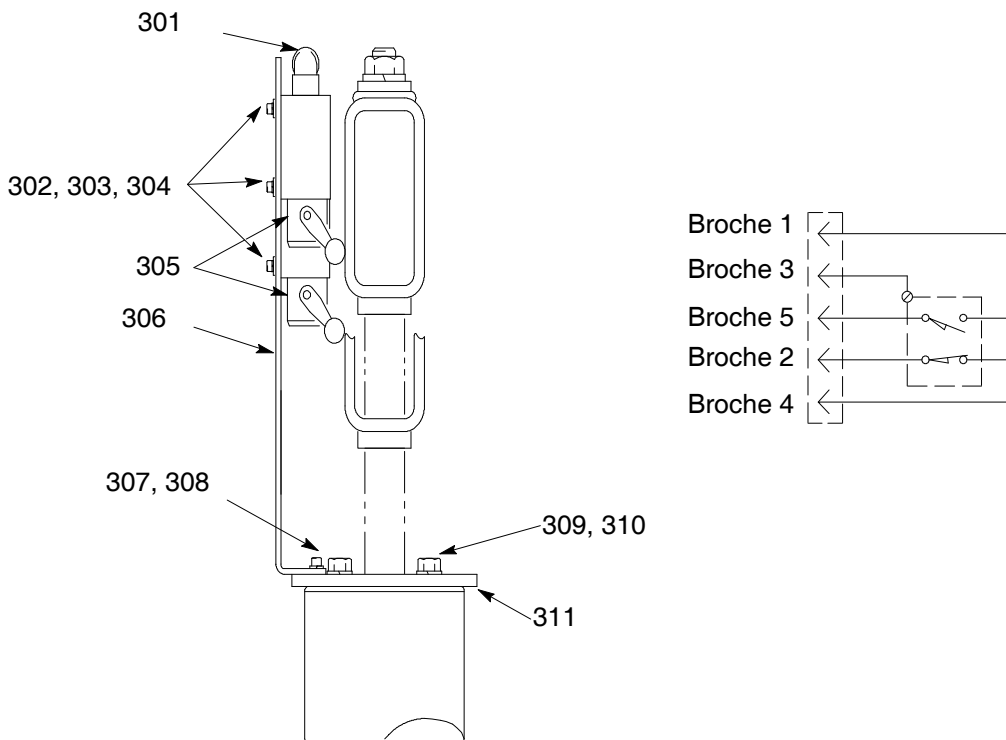

Fig. 23
Remplacement des racleurs (Fig. 23)
2. Pour remplacer des joints racleurs usés ou endommagés (412), sortir la plaque suiveuse hors du fût. Retirez le fût de la base. Essuyez le liquide de la plaque suiveuse. Reportez-vous à la procédure à la page 35.
3. Séparez le joint racleur (A) et relevez la sangle (413a) recouvrant la vis de calage (413c). Voir le Détail A de la Fig. 23. Desserrer la vis, passer l'extrémité de la sangle dans la boucle (413b) et enlever le joint racleur.
4. Enfiler la sangle (413a) dans le nouveau joint racleur (412). Enfiler le collier de serrage (413b) sur la sangle et rabattre la sangle d'env. 76 mm. Insérez la sangle dans la pince une seconde fois. Voir le détail B de la Fig. 23.
5. Montez les racleurs sur la plaque suiveuse. Positionner les joints racleurs de manière à ce que les extrémités (A) soient à 180° l'une de l'autre.
NOTE : Il faudra utiliser le tendeur spécial (C) représenté au détail C de la Fig.23 pour serrer la sangle. Commandez la pièce n ° 168092 Outil de bague.
6. Saisir la sangle (413a) avec le tendeur (C) comme indiqué. Appuyer le pouce sur le levier pinceur (E) et tourner le volant (F) dans le sens horaire pour tendre.